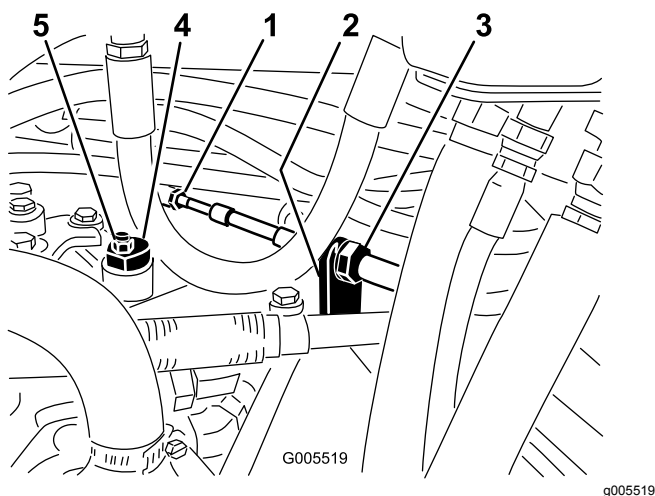

Figure 53
- A. Desserrez les écrous de blocage qui fixent le câble de commande de transmission à la traversée sur l'hydrostat (Figure 53). Desserrez les écrous de blocage uniformément et suffisamment pour permettre le réglage.
- C. Tournez l'excentrique jusqu'à ce que la roue ne tourne plus dans aucune direction. Lorsque la route arrête de tourner, serrez l'écrou pour bloquer l'excentrique et le réglage (Figure 53). Vérifiez le réglage avec la commande d'accélérateur en position Bas régime, puis Haut régime.
- D. De chaque côté de la traversée, serrez les contre-écrous uniformément pour fixer le câble de transmission à la traversée (Figure 53). Ne tordez pas le câble.
Remarque: Desserrez l'écrou de fixation de l'excentrique en haut de l'hydrostat (Figure 53).